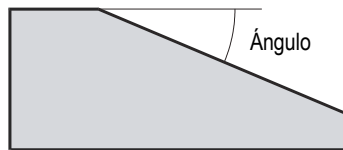

Figura 4-6 Ángulo de suela
- a) Seleccione **Ángulo de suela** y, después, introduzca el ángulo de la suela. Véase la Figura 4-6 en la página 108.